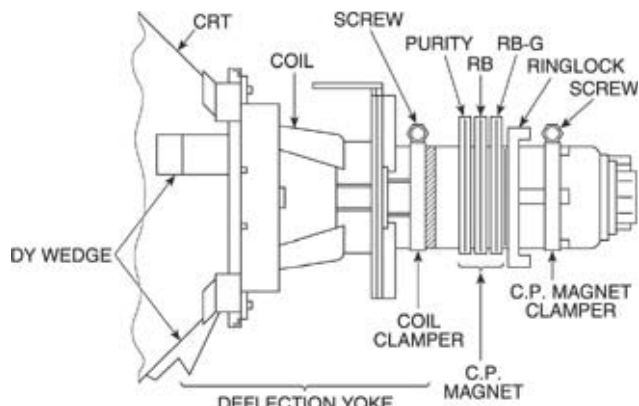

Рис. 5. Отклоняющая система, магниты чистоты цвета и сведения лучей
- ослабить винт на фиксаторе отклоняющей системы (COIL CLAMPER, рис. 5) и переместить отклоняющую систему в обратную от экрана сторону;